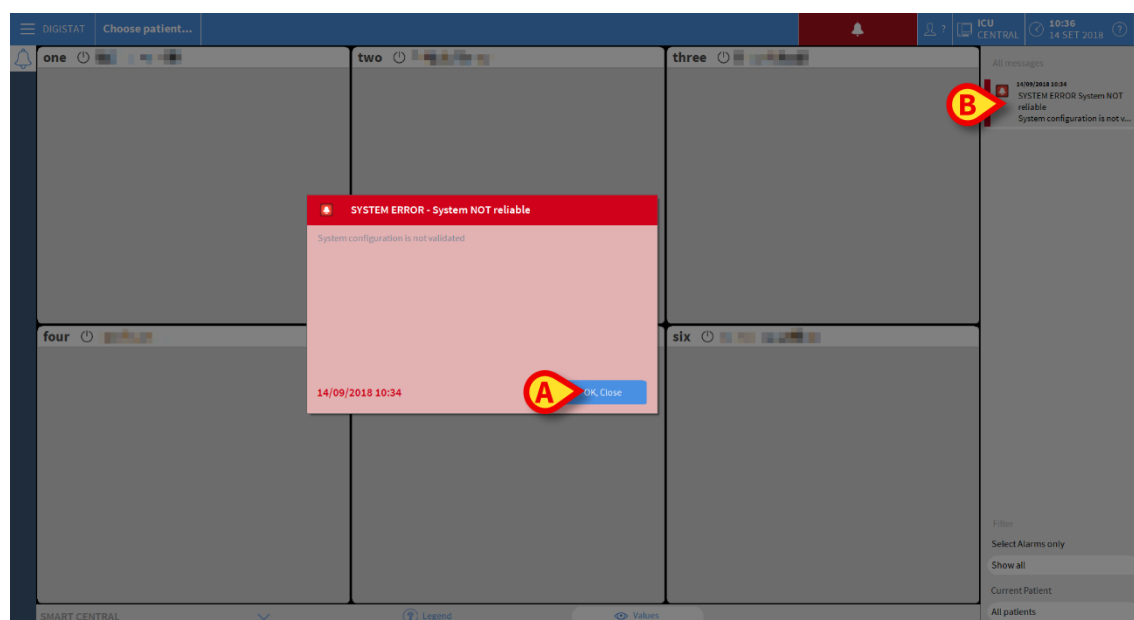
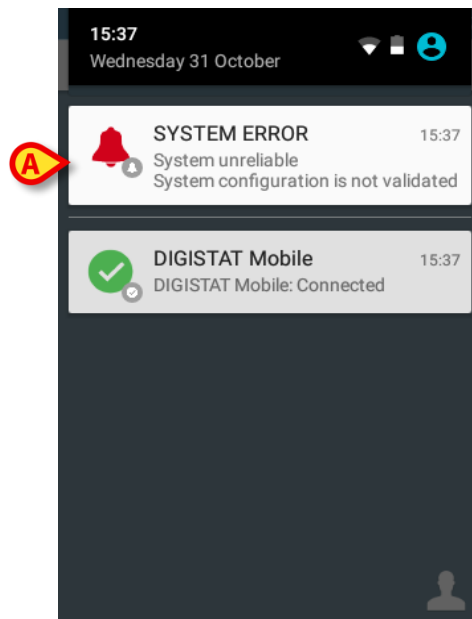

Fig 4 - Sistemul nu este fiabil (desktop)
Fig 5 - Sistemul nu este fiabil (mobil)
În cazul în care sistemul devine nefiabil, se transmite o notificare specifică „Eroare de sistem” pe stațiile de lucru desktop (Fig 4), pe dispozitivele portabile (Fig 5) și pe turnul de alarmă cu lumini opțional (lumină roșie aprinsă, sunet de alarmă).
Pe stațiile de lucru desktop, notificările rămân pe bara laterală (Fig 4 **B**) până la eliminarea cauzelor de nefiabilitate și până când sistemul este din nou fiabil. În toate paturile implicate cu lipsa de fiabilitate datele despre pacient nu sunt afișate decât atunci când sistemul este din nou fiabil.
- Faceți clic pe **Ok, Închidere** pe notificare pentru a o confirma (Fig 4 **A**).
Pe dispozitivele mobile, se transmite următoarea notificare (Fig 5 **A**). De asemenea, se transmite o alarmă sonoră/vibrație.
- Glisați notificarea în jos pentru a o confirma pe mobil (Fig 5 **A**). După aceea, sunetul/vibrația se oprește.